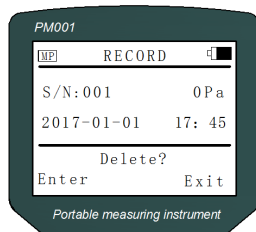

图 13 压力记录删除界面
- 第八步：长按 $\frac{Del}{Exit}$ 键 3S 以上进入压力的记录删除界面，如图 13 所示；